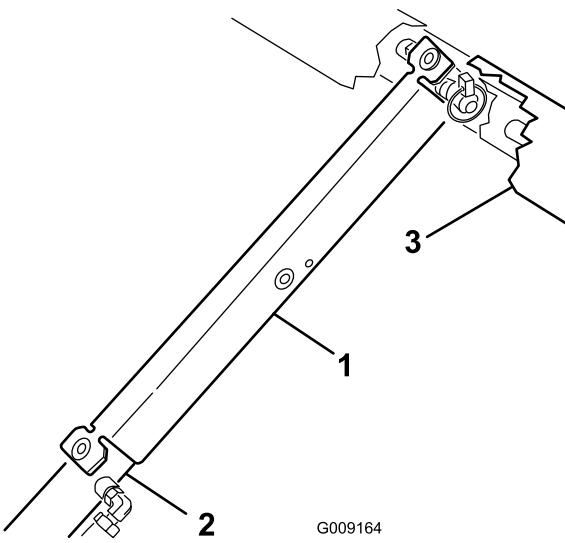

Bild 2
Zylindertrommel und auf dem Ende der Zylinderstange aufliegen (Bild 2).
1. Entfernen Sie die Ladepritschenstütze von der Zylinderstange und nehmen Sie die Stütze (Bild 2) ab, siehe „Vorbereiten der Kitinstallations“.